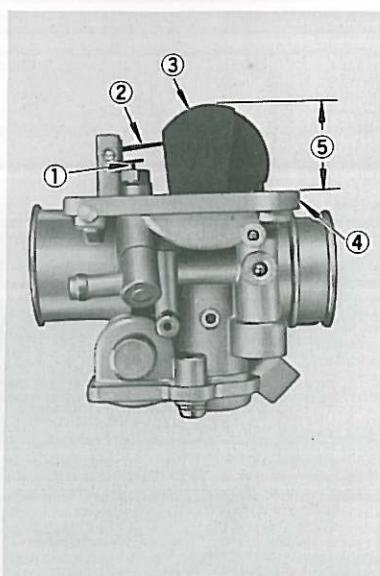

Fig. 4-2-14
- Float level is one factor within the carburetor which will change with use. (Fig. 4-2-14)
- Le niveau du flotteur est susceptible de se dérégler à l'usage. (Fig. 4-2-14)
- Die Schwimmerhöhe ist eine maßgebende Größe im Vergaser, die sich im Laufe der Benutzung verändert. (Fig. 4-2-14)